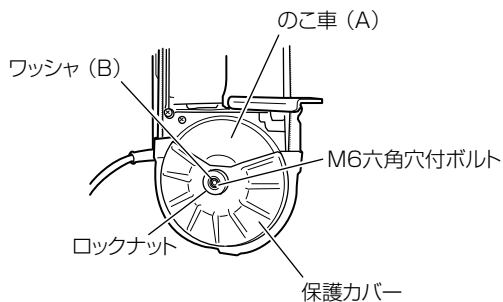
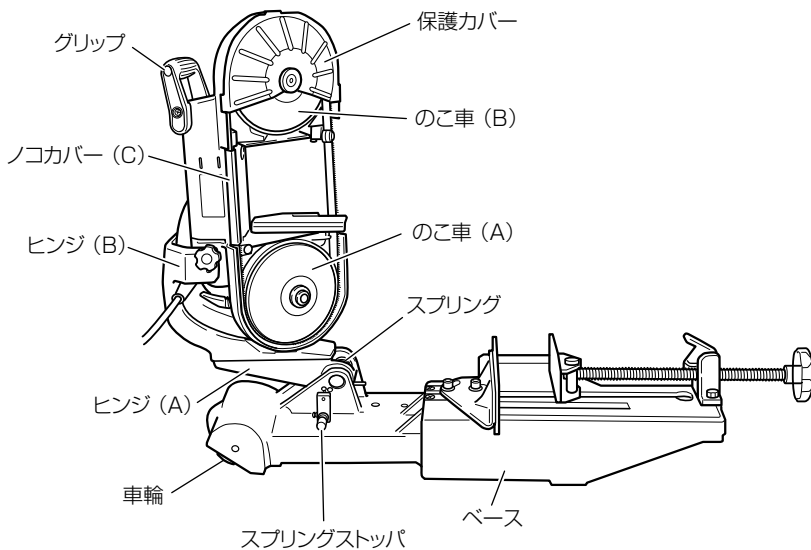

図 4
図 5
- (1) ロックナットをゆるめ、保護カバーをはずします。(図 4)
- (2) のこ車 (A) を止めている M6 六角穴付ボルトをゆるめ、ワッシャ (B) をはずします。(図 4)
- (3) のこ車 (B) を止めている M6 六角穴付ボルトをゆるめます。
- (4) (2) ではずしたワッシャ (B) をのこ車 (B) 側に取り付け M6 六角穴付ボルトを締付けます。
- (5) のこ車 (B) 側に保護カバーを取付け、ロックナットで締付けます。
- (6) 図 5 の状態になるよう定置式スタンドに取り付けます。